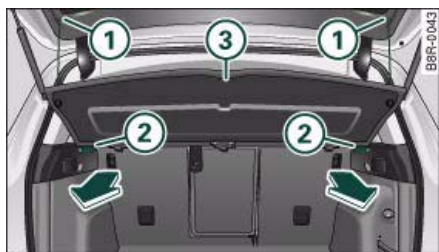

Fig. 83 Maletero:
- Descuelgue las cintas de sujeción ① ⇒ página 76, fig. 83.
- Saque la cubierta ③ de sus soportes ② en la dirección de las flechas.